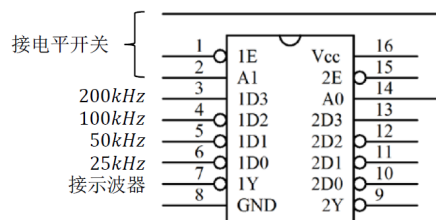

图 3.2 74LS153
- (1)、将双4选1数据选择器74LS153参照图3.2接线，测试其逻辑功能
- (2)、将实验箱上4个不同频率的脉冲信号接到数据选择器4个输入端，将选择端置位，使输入端可以分别观察到4种不同频率的脉冲信号。